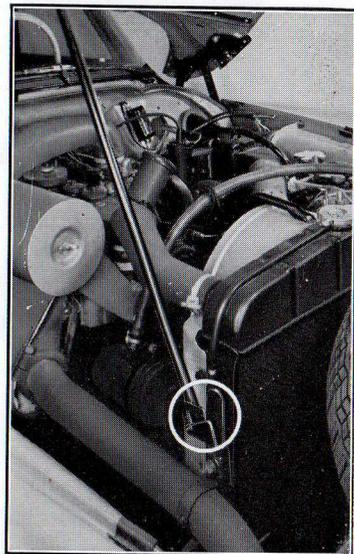

Figure 2
Pour maintenir le capot ouvert, engagez l'extrémité de la béquille (fig. 2) dans le support situé à gauche du radiateur, au-dessus du tuyau d'échappement.
**Huile moteur :** la jauge est située sur le côté gauche du moteur (sens de la marche), en arrière de la pompe à essence et en dessous du carburateur. Le niveau doit affleurer le cran supérieur de la jauge **1** (fig. 2 bis) sans le dépasser. (L'intervalle entre le cran supérieur et le cran inférieur **2** correspond à peu près à 1 litre.)
Figure 2 bis